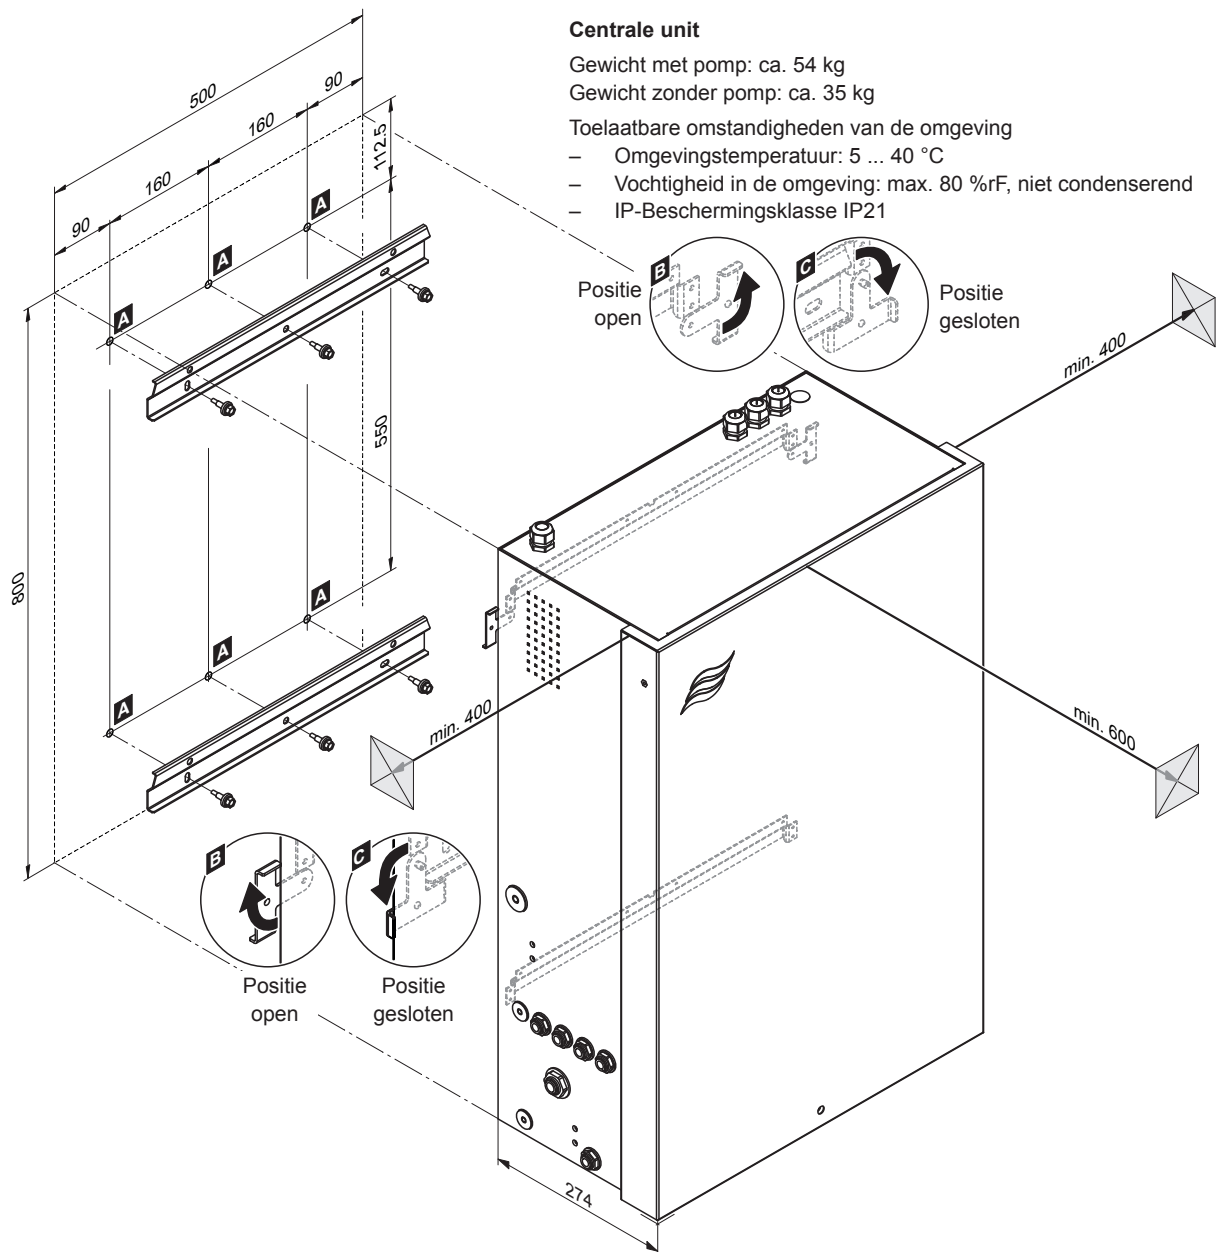

Fig. 34: Montage centrale unit - Afmetingen in mm
3. De twee grendellippen aan de achterwand van de centrale unit naar buiten draaien (geopende positie, zie detail "B" in Fig. 34).
4. De centrale unit in de wandsteunen inhangen. Daarna de twee grendellippen aan de achterwand van de centrale unit naar binnen draaien (gesloten positie, zie detail "C" in Fig. 34), om de centrale unit aan de bovenste wandsteun te bevestigen.